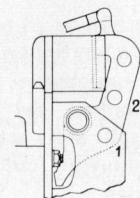

Bild 8
Die **Ansprech-Empfindlichkeit** der Regelungen kann durch Einstecken des oberen Lenkers in die verschiedenen Bohrungen des **Gebers (G)** verändert werden (s. Bild 8).